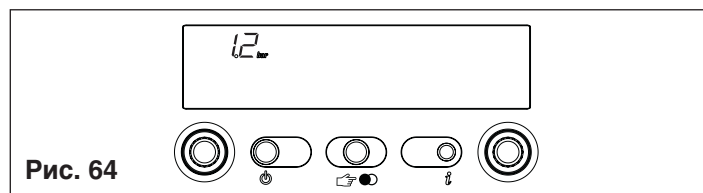

Рис. 64
**Info 2** отображается давление в системе (рис. 64)